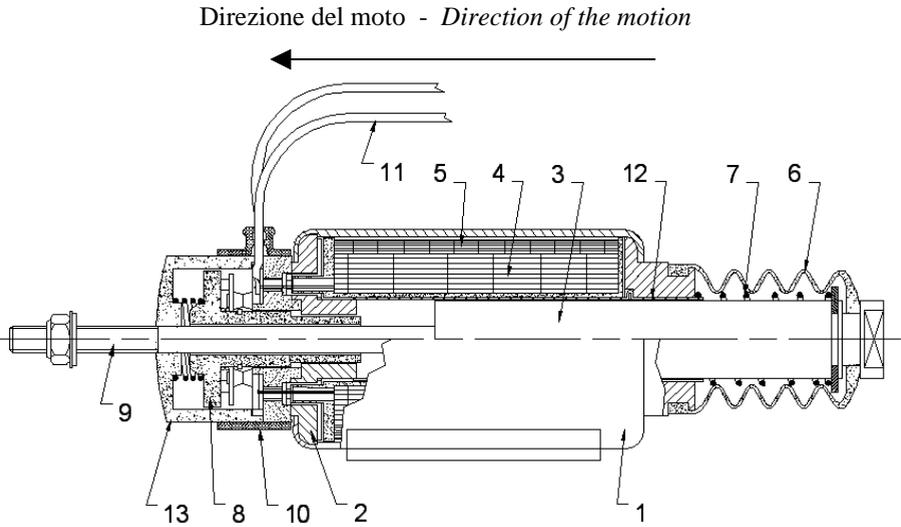

FIG.1
- 1) Bobina di POTENZA, che viene eccitata solo nella fase iniziale con la funzione di azionare il nucleo mobile (rif. fig.1 p.to 4).
- 2) Bobina di MANTENIMENTO, che rimane eccitata nella fase successiva a servizio continuativo per tenere bloccato il nucleo mobile a fine corsa (rif. fig.1 p.to 5).